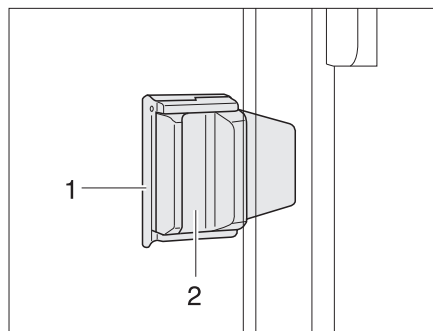

Fig. 50 Fenêtre coulissante avec verrouillage coulissant
- Retirer le verrouillage (Fig. 50,1).
- Appuyer sur la poignée (Fig. 50,2) et la pousser simultanément vers l'avant ou l'arrière.
- Tourner le bouton de verrouillage (Fig. 50,1) en position verticale.